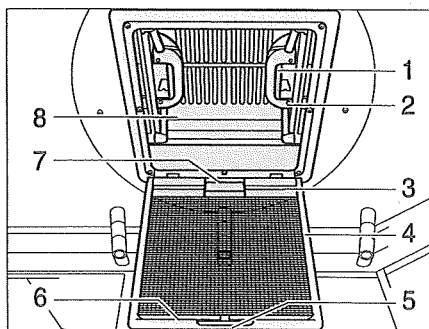

Bild 40 Taklucka med snäpplås
- Drag i handtaget (Bild 40,5).
- Fäll ned insektsskyddet (Bild 40,4).
- Tryck snäpplåset (Bild 40,1) mot takluckans insida (Bild 40,8). Tryck samtidigt takluckan uppåt med handtaget (Bild 40,2).
- Fäll upp insektsskyddet (Bild 40,4) så att det hakar i.
- Drag kraftigt ner takluckan (Bild 40,8) med hjälp av båda handtagen (Bild 40,2) så långt, att snäpplåsen (Bild 40,1) går i lås.
- Drag mörkläggningsrullgardinen (Bild 40,1) i handtaget (Bild 40,7) och haka i kroken (Bild 40,3) i listan på insektsskyddet.
- Lossa handtaget (Bild 40,3) från fästlisten (Bild 40,6) och för långsamt tillbaka mörkläggningsrullgardinen.